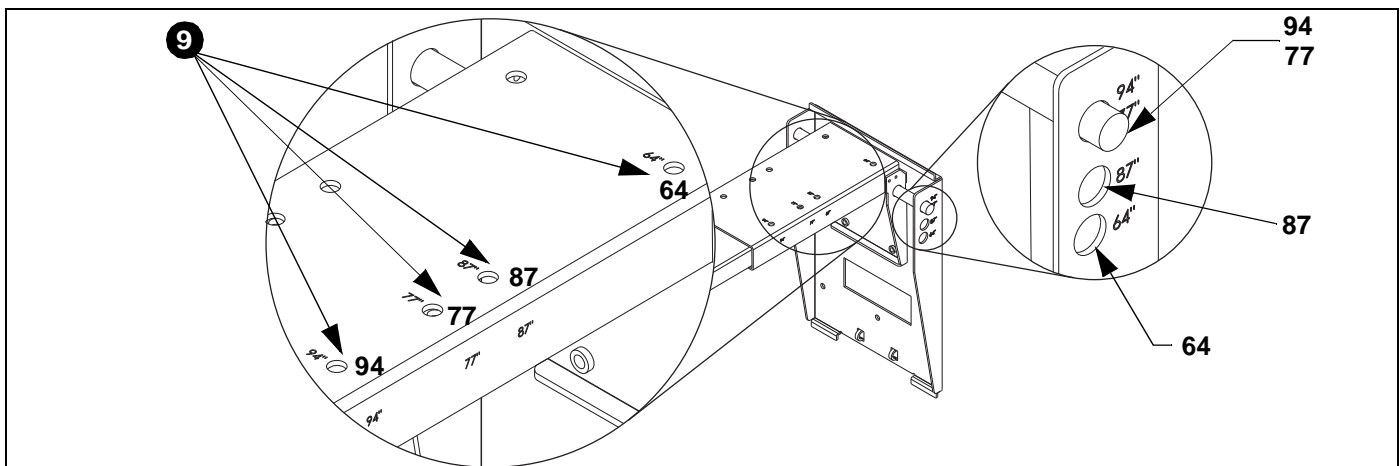

Figura 7
Consulte la figura 7 para colocar el brazo de extensión
9. Utilice las piezas de sujeción (que guardó en el paso 1) para conectar el brazo de extensión al soporte SMART Board. (Consulte la figura 7)